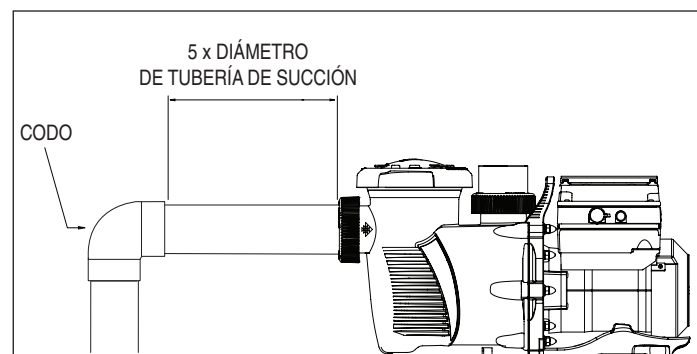

Figura 2: Tubería recomendada
4. Para la mayoría de las instalaciones que Pentair recomienda instalar una válvula en la aspiración de la bomba y mangueras de retorno para que la bomba puede ser aislada durante el mantenimiento rutinario. Sin embargo, recomendamos que una válvula, codo o tee instalado en la línea de succión debe ser no más cerca de la parte delantera de la bomba de cinco veces la línea de succión de diámetro. Ver **Figura 2**.